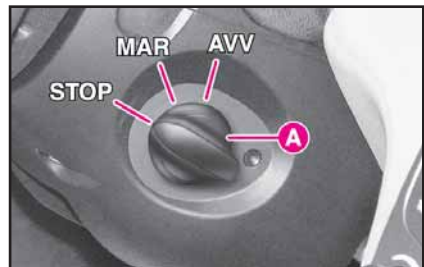

fig. 22
– pour allumer le tableau de bord, tourner la bague **A** (fig. 22) en position **MAR**
pour démarrer le moteur, tourner la bague **A** (fig. 22) en position **AVV**, en la relâchant dès que le moteur a démarré
En remplacement du contacteur de démarrage à clé, la voiture est équipée d'un contacteur commandé par la manette **A** (fig. 22), qui permet d'activer les fonctions **STOP**, **MAR** e **AVV** du contacteur.
REDEMARRER”. Le moteur reste démarré et le tableau allumé jusqu’à la rotation suivante de la bague A (fig. 22) en position **STOP** et il ne sera plus possible de redémarrer la voiture jusqu’à ce qu’on reconnaisse un dispositif CID valable à l’intérieur de l’habitacle.